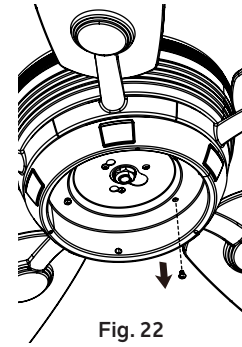

Fig. 22
**Étape 1.** Retirez l'une des trois vis de la plaque d'éclairage, desserrez les deux autres (mais ne les retirez pas). (Fig. 22)